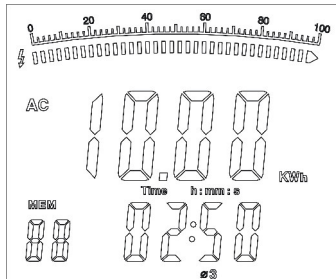

Figura 21
4. Premere SEL per selezionare una delle 3 fasi (vedere figura 21).